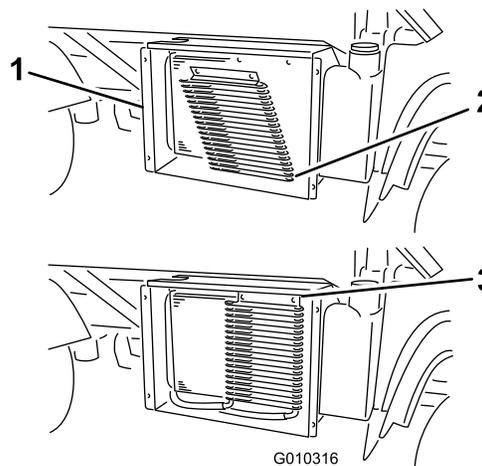

Figura 57
3. Caso esteja equipado, rode as patilhas e incline o refrigerador de óleo afastando-o do radiador (Figura 57).